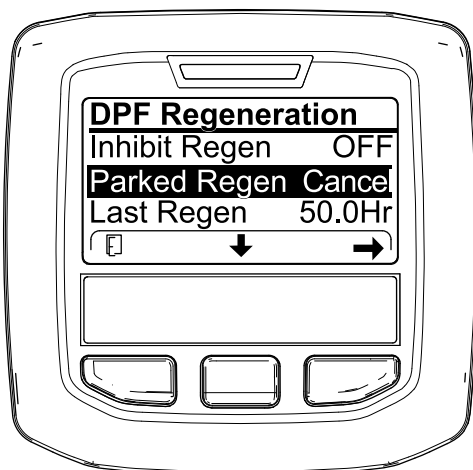
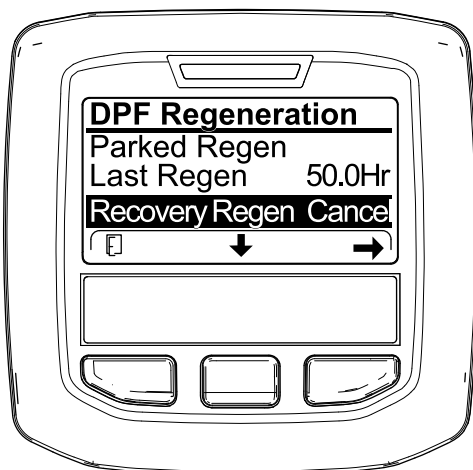

図 70
図 71
1. DPF 再生メニューにアクセスする 図 70。
2. 中央ボタンを押して下へスクロールし、駐車再生キャンセル PARKED REGEN CANCEL (図 70) またはリカバリ再生キャンセル RECOVERY REGEN CANCEL を選ぶ 図 71。
3. 右ボタンを押すと再生キャンセルに Regen Cancelに入る 図 70または 図 71。